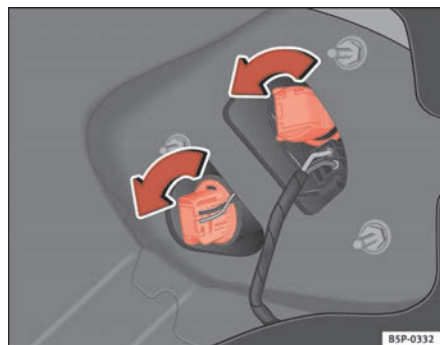

Fig. 194 Luci sulla carrozzeria
- Girare il portalampade in senso antiorario ⇒ fig. 194.